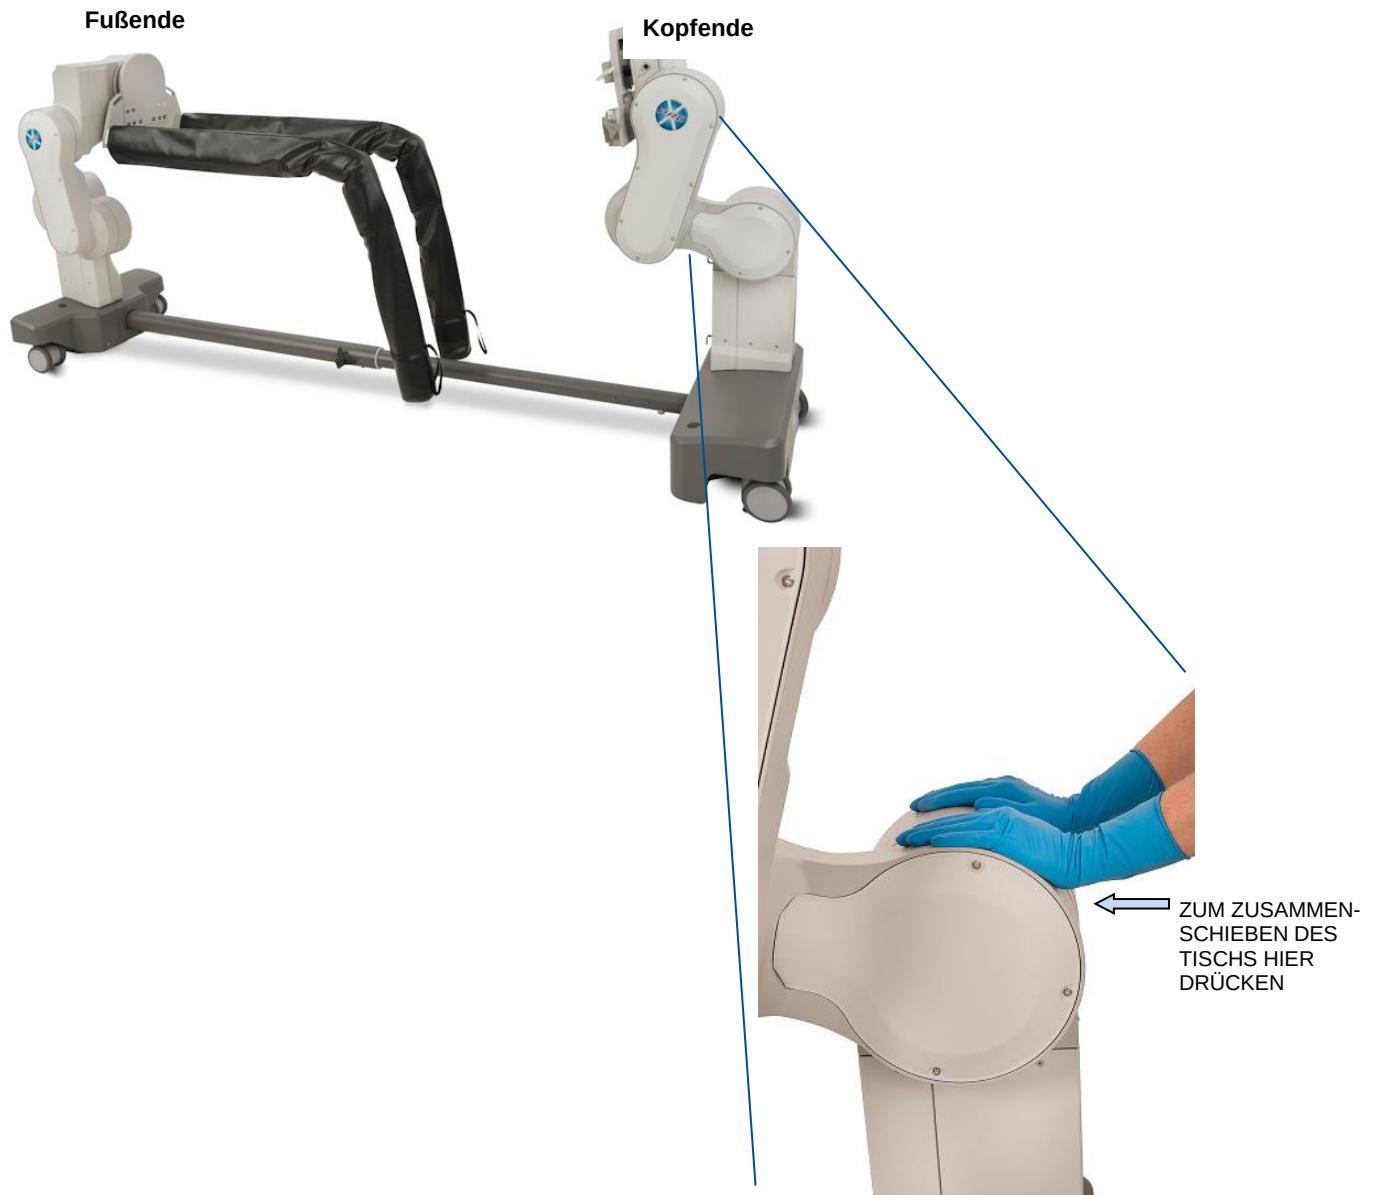

Abbildung 53: Zusammenschieben des ProAxis®-Tischs für die Lagerung
- h. SCHRITT 7: Den Tisch zusammenschieben (Abbildung 53).